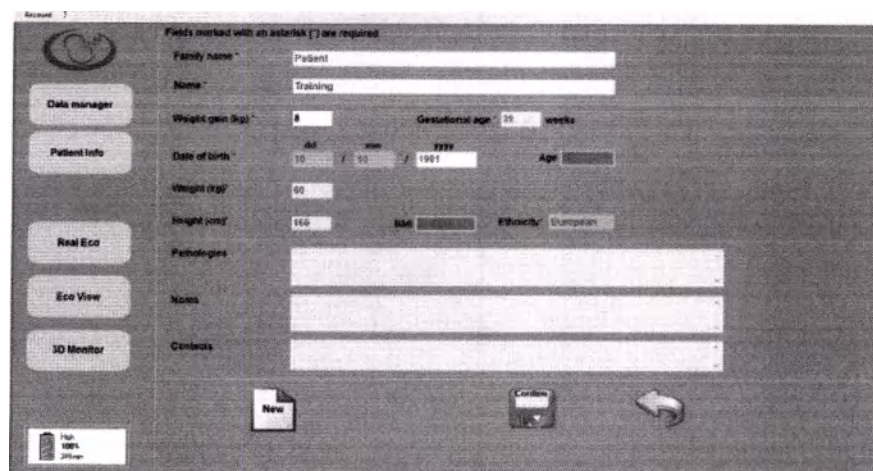

Рисунок 49. Нажатие кнопки «Подтвердить».
2.3. Нажать кнопку «Сохранить» («Save»), далее кнопку «Подтвердить» («Confirm»), чтобы подтвердить ввод данных (рис. 49):